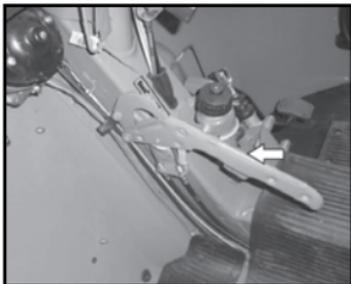

Fig. 21
4. Coloque el freno de mano para mantener el Vehículo detenido, especialmente si el Vehículo está en una pendiente. (Consulte la Fig.21)